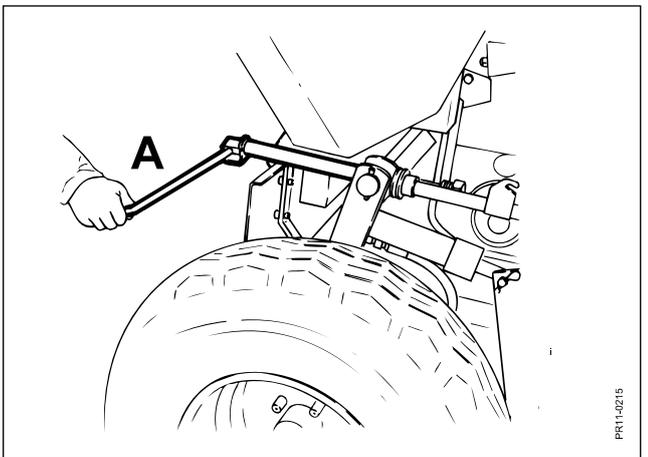

Fig. 3.15
- Fig. 3.15** Esticar as molas compensadoras com a alavanca **A** de maneira que